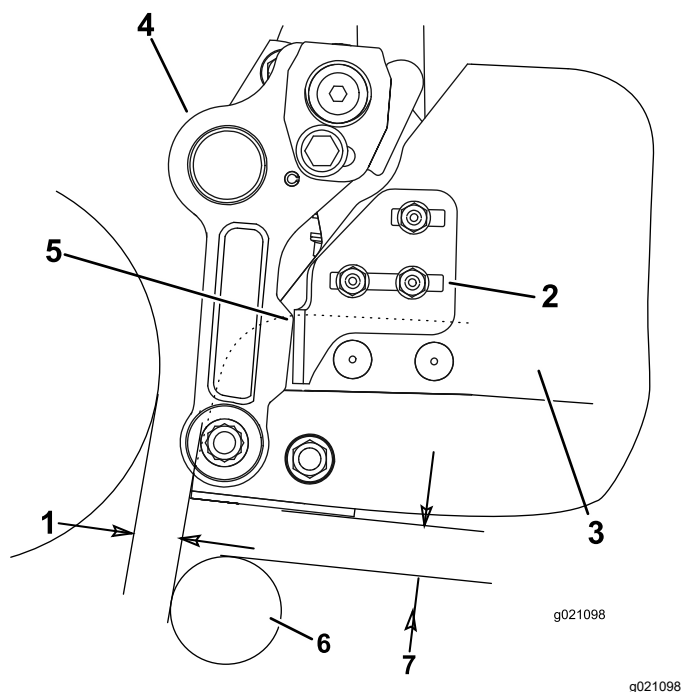

Figura 12
- Su ciascun lato del cesto, allentate i dadi dei bulloni a testa tonda che fissano le staffe di fermo al cesto (Figura 12).
- Posizionate il cesto in modo tale che sia parallelo all'apparato di taglio con un gioco minimo di 6 mm tra il bordo del cesto e il cilindro (Figura 12).